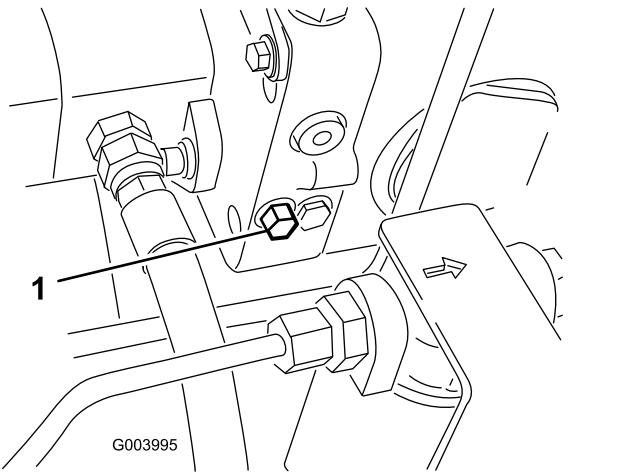

Figura 37
1. La válvula de desvío está situada en el lado izquierdo del hidrostato (Figura 37). Gire el perno una vuelta y media para abrirla y dejar pasar el aceite internamente. Puesto que el fluido se desvía, la máquina puede ser movida lentamente sin dañar la transmisión.